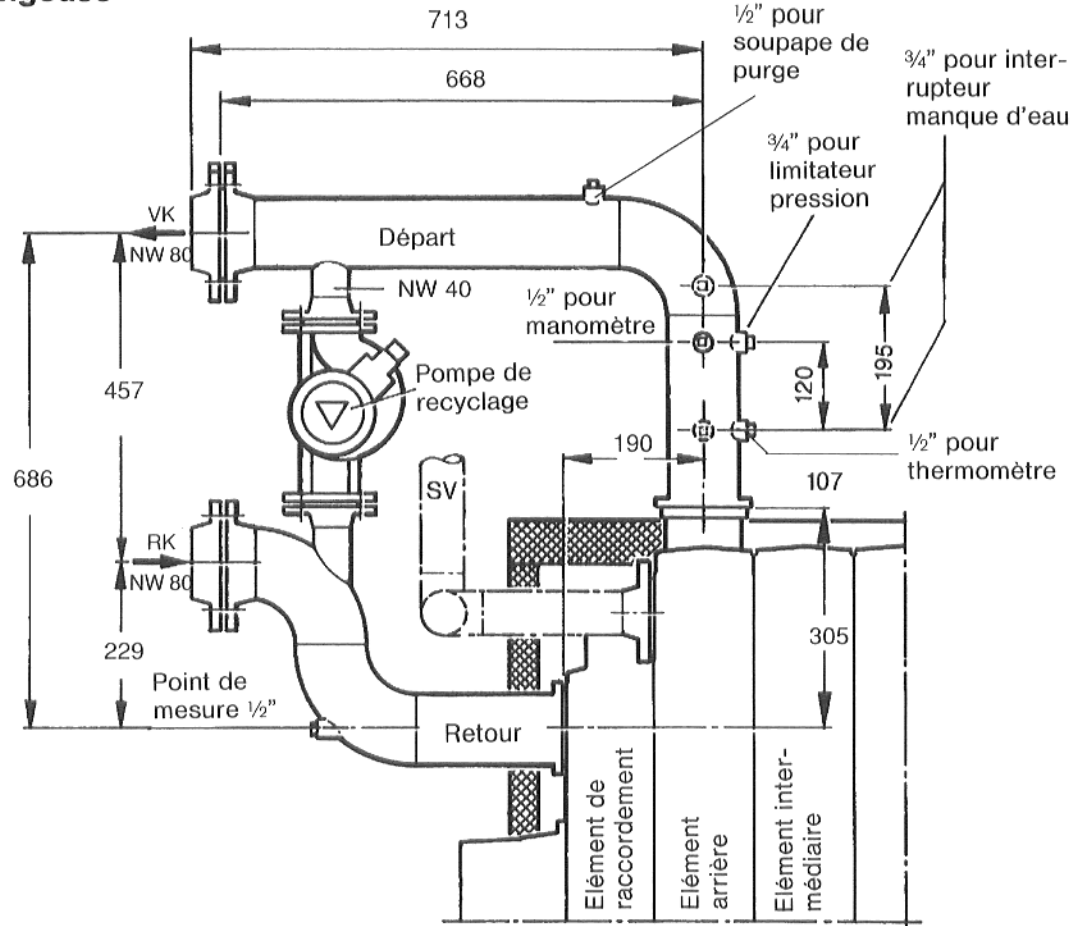

Fig. 3
3. Visser lâche le raccord retour au moyen des rondelles et écrous aux 4 vis sans tête du raccord retour chaudière (Fig. 3).